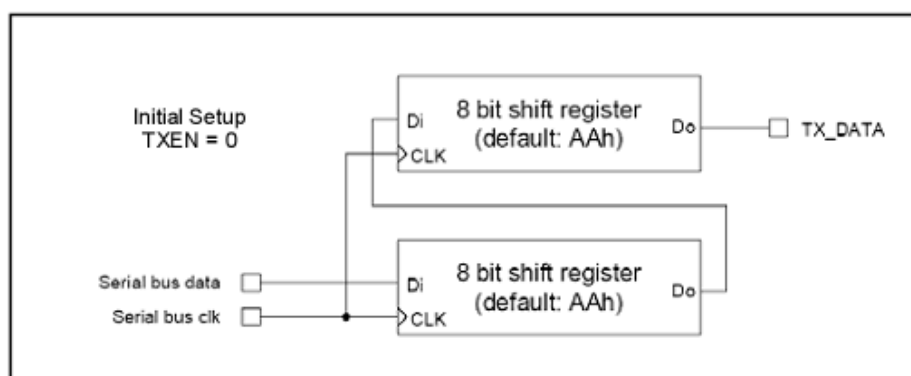

Рис. 5. Состояние передающего регистра при включении питания
Начальное значение при подаче питания AAh. Его можно использовать для передачи преамбулы установкой бита [5] в **Регистре управления питанием** (*Power Management Register*) (см. **Рис. 5**). Если установить этот бит, то передача начнётся немедленно, и будет передано начальное значение AAh. Можно наблюдать за выводом (4) **SDO**, чтобы понять, когда можно записать в регистр следующий байт (на **SDO** появится логическая "1"). Рекомендуется предварительно загружать регистр значением преамбулы независимо от значения при POR.